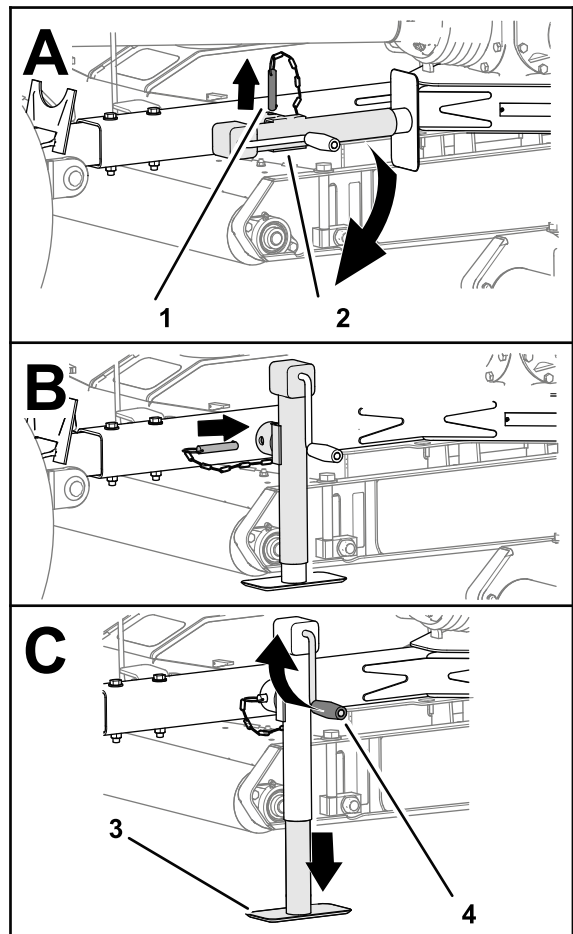

Figura 23
3. Retire el pasador y gire el gato de la barra de tiro a la posición vertical (Figura 23).
4. Alinee el orificio de la barra de tiro con el orificio del gato (Figura 23).
5. Introduzca el pasador a través de los orificios de la barra de tiro y del gato (Figura 23).
2. Gire la manivela del gato para elevar completamente el apoyo del gato; consulte la Figura 23 en Uso del gato de la barra de tiro \(página 16\).